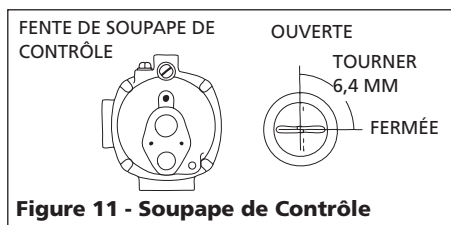

Figure 11 - Soupape de Contrôle
REMARQUE: Si la pompe pour puits profond est utilisée avec un jet de pompe de surface à boulons, s'assurer que la fente de la soupape de contrôle (Figure 11, page 18) soit toujours dans la position verticale (ouverte).
4. Fermer le robinet de contrôle (Figure 11) et ouvrir un robinet.